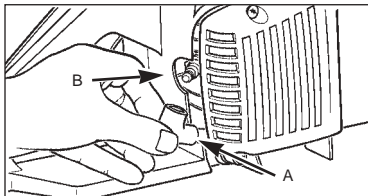

Abb. 21
- Ziehen Sie das Kabel (A) durch Ziehen und gleichzeitiges Drehen von der Zündkerze ab (B) (Abb. 21).